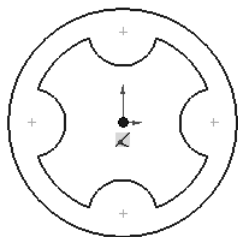

图 2.11.7 插入块
Step 2 插入块。选择下拉菜单 **工具(T)** → **块** → **插入(I)...** 命令，系统弹出“插入块”对话框，单击 **浏览(B)...** 按钮，在系统弹出的“打开”对话框中选择 D:\sw13\work\ch02\ch02.11\Block.SLDBLK，然后单击 **打开(O)** 按钮，在图形区原点上单击以放置块，单击对话框中的 **✓** 按钮，完成块的插入，结果如图 2.11.7 所示。